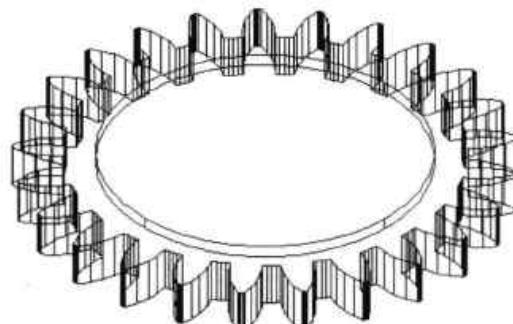

图12-51 绘制圆柱体
**Step14** 捕捉齿轮顶面圆心点，执行“圆柱体”命令，向 Z 轴负方向绘制底面半径为 54mm、高为 4mm 的圆柱体，如图 12-51 所示。